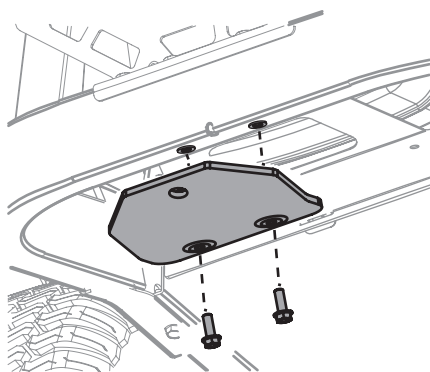

Figure 2
1. Repérez la plaque d'attelage (a) et installez-la à l'arrière du châssis avec les deux boulons (b) fournis (Figure 2).